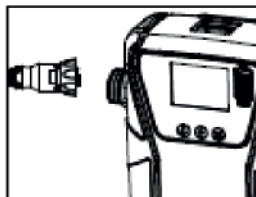

Figura 2
2. Conecte el conector eléctrico a la batería (Figura 2).